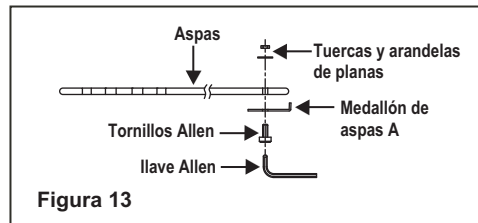

Figura 13
**Paso 1.** Fije los medallones de la hoja A al extremo de la hoja con los dos tornillos Allen, arandelas planas y tuercas. Asegúrelo firmemente con la llave Allen proporcionada. (Figura 13)